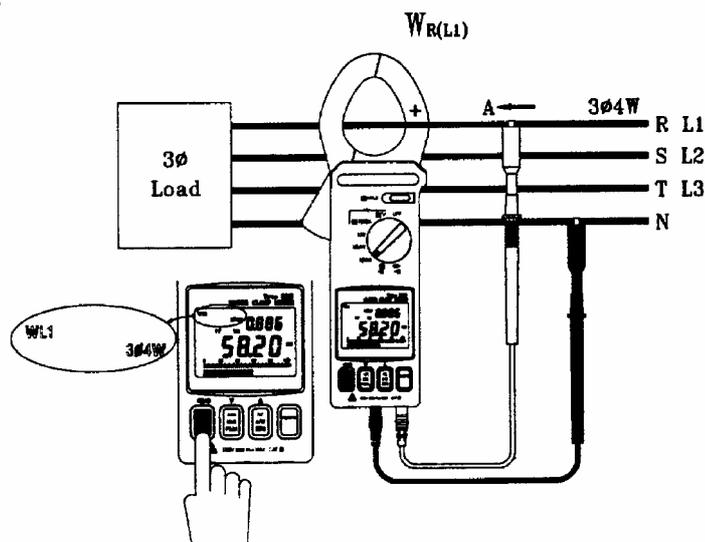

Рис. 7
1. Измерение мощности и коэффициента мощности на первом проводнике  $W_{R(L1)}/PF_{R(L1)}$  (см. рис. 7)